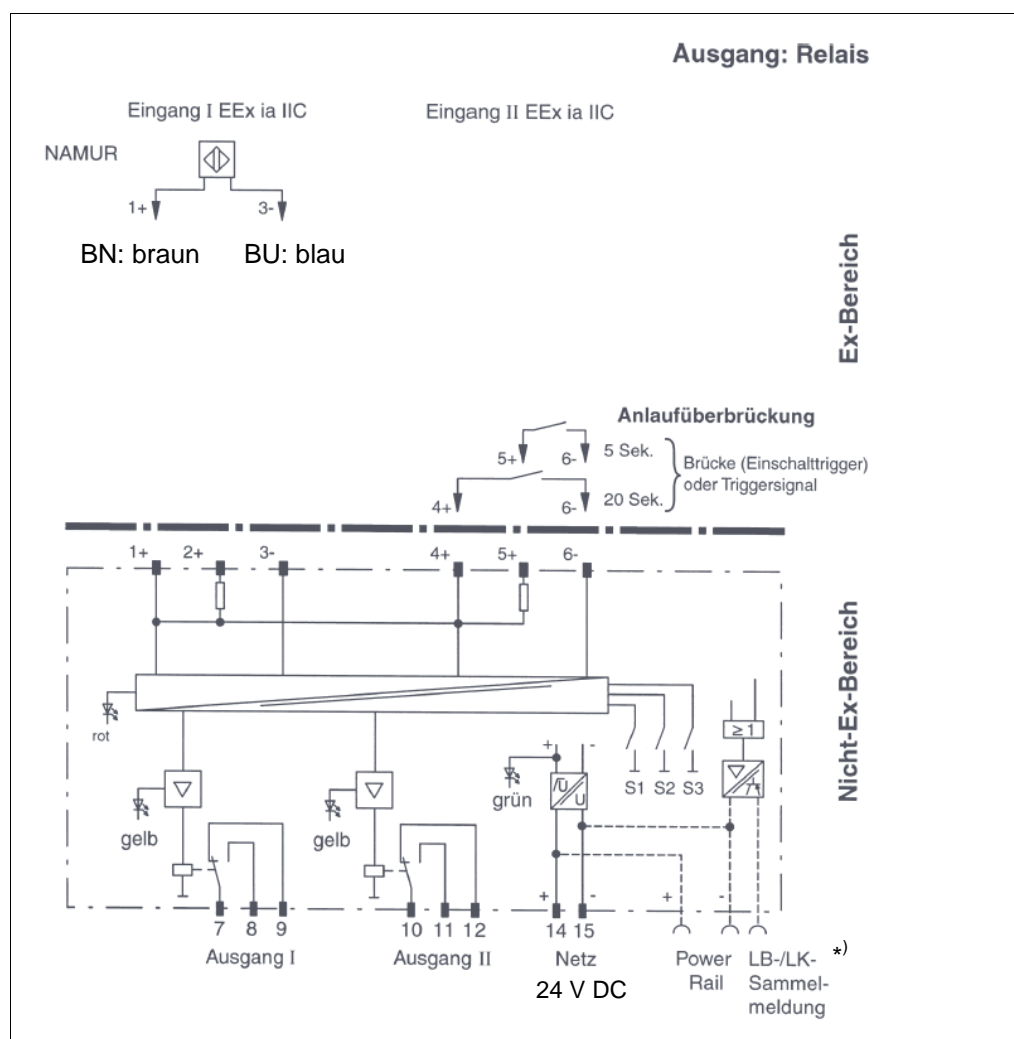

Bild 7
→ **Bild 7,**
- Verdrahtung gemäß **Bild 7** überprüfen.